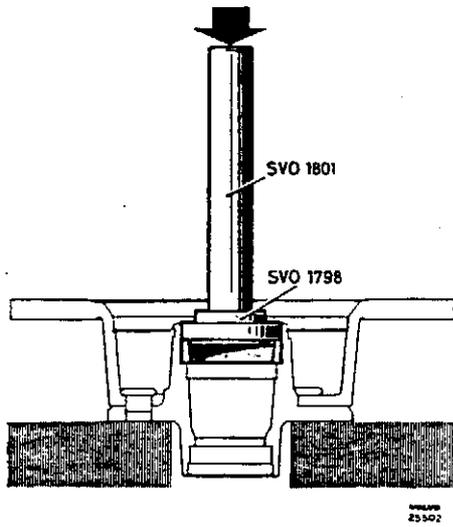
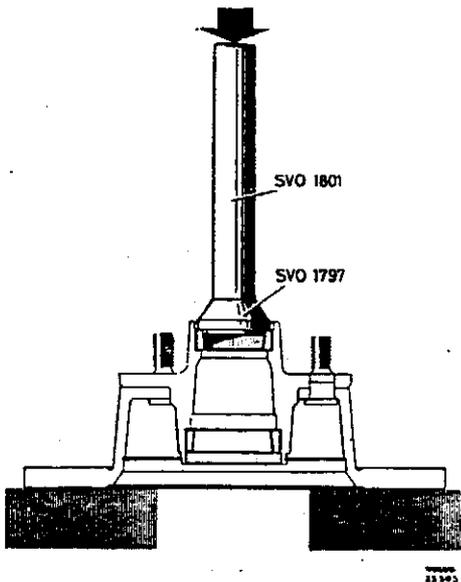

Abb. 29 Einbau des inneren Lagerringes
Abb. 30 Einbau des äußeren Lagerringes
6. Die neuen Lagerringe einpressen. Außer Standardschiff SVO 1801 ist für den Ring des inneren Lagers Dorn SVO 1798 (Abb. 29) und für den Ring des äußeren Lagers Dorn SVO 1797 (Abb. 30) zu verwenden.